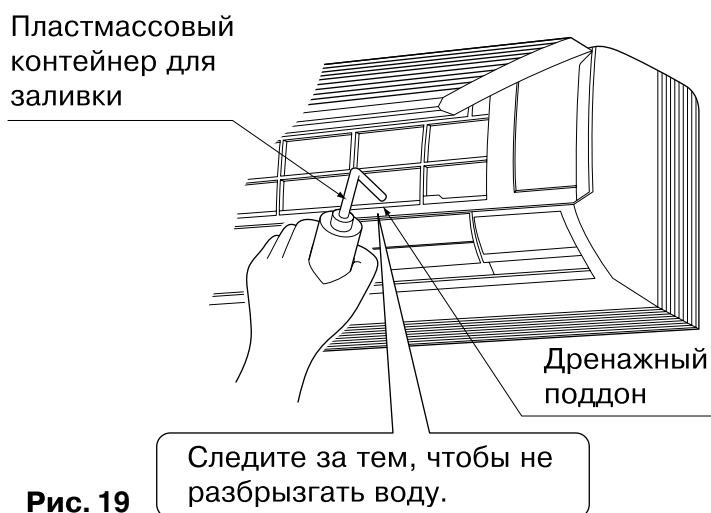

Рис. 19
(2) Убедитесь в том, что дренаж работает правильно.
- После проведения всех работ по подключению дренажных труб проверьте дренаж, открыв лицевую панель, **удалив воздушный фильтр**, залив немного воды в дренажный поддон и убедившись в равномерном вытекании воды из шланга. (См. рис. 19)